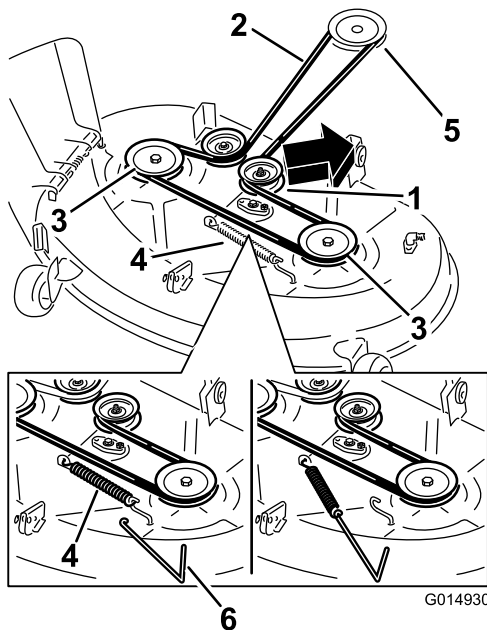

Figura 68
4. Servendovi di un attrezzo per la rimozione delle molle, sganciate la molla di rinvio dal gancio del piatto di taglio per eliminare la tensione dalla puleggia e togliete la cinghia dalle pulegge (Figura 68).
5. Montate la nuova cinghia attorno alla puleggia del motore e a quelle del tosaerba (Figura 68).
6. Servendovi di un attrezzo per la rimozione delle molle, agganciate la molla di rinvio al gancio del piatto di taglio per mettere in tensione la puleggia tendicinghia e la cinghia (Figura 68).